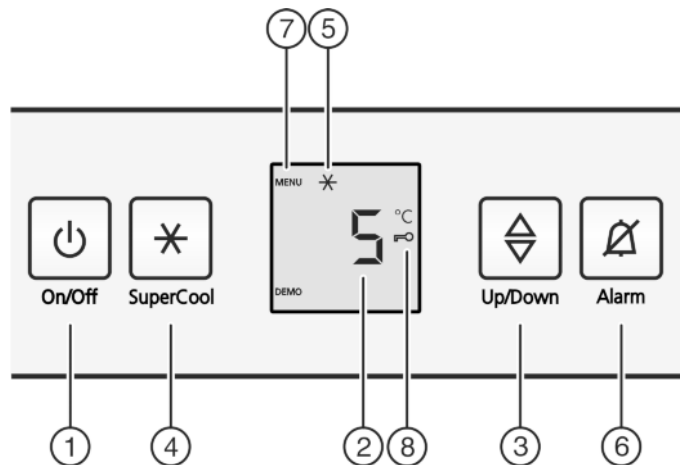

Fig. 2
- ▶ Pulsar tecla On/Off *Fig. 2 (1)*
- ▶ Pulse la tecla SuperCool *Fig. 2 (4)* durante aprox. 5 segundos.
- ▷ En el indicador se visualiza el símbolo Menú *Fig. 2 (7)*.
- ▶ Confirme brevemente con la tecla SuperCool *Fig. 2 (4)*.
- ▷ El símbolo de seguridad para niños *Fig. 2 (8)* se ilumina en el indicador.
- ▶ Pulse brevemente la tecla On/Off *Fig. 2 (1)*.
- ▶ Pulse la tecla Alarm *Fig. 2 (6)*.
- ▶ Acceder a la función de temperatura: pulse la tecla de ajuste *Fig. 2 (3)*.
- ▶ Modificar la temperatura en intervalos de 1 °C: pulse la tecla de ajuste *Fig. 2 (3)* hasta que se ilumine la temperatura deseada en el indicador de temperatura.
- ▶ Pulse brevemente la tecla SuperCool Fig. 2 (4).
- ▷ El símbolo de SuperCool Fig. 2 (5) se ilumina en la pantalla.
- ▷ El símbolo de SuperCool Fig. 2 (5) se apaga en la pantalla.